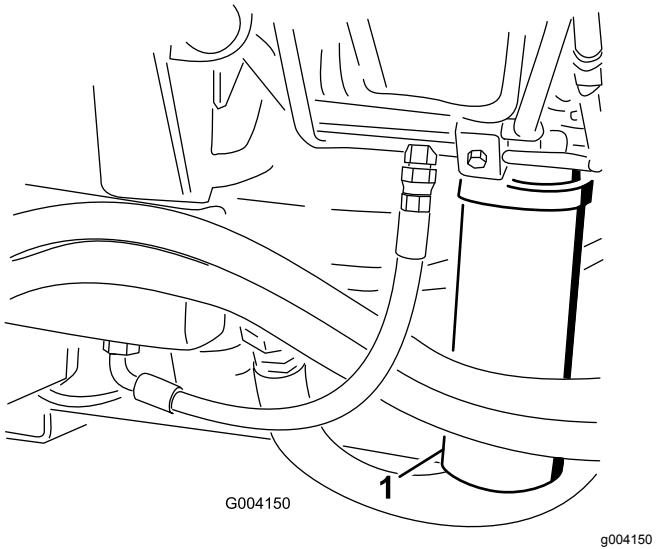

Figura 103
2. Limpie la zona alrededor de la zona de montaje del filtro y coloque un recipiente debajo del filtro (Figura 102 y Figura 103).